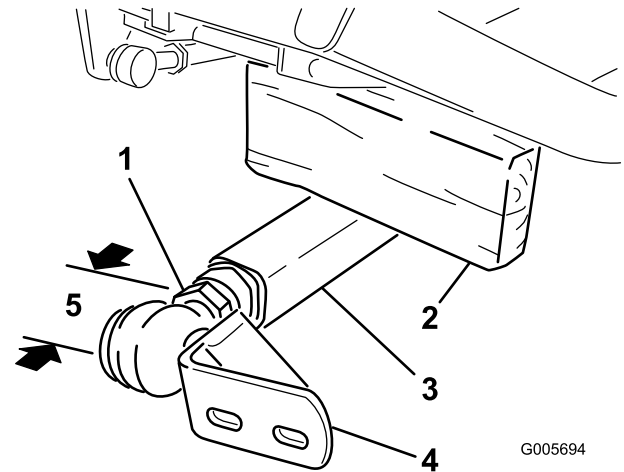

Figura 6
4. Inserite un blocco di legno 51 x 102 mm tra il telaio e la parte superiore del braccio di spinta (Figura 6).
(2-3/8 poll.) dalla parte anteriore del braccio di spinta (Figura 6).